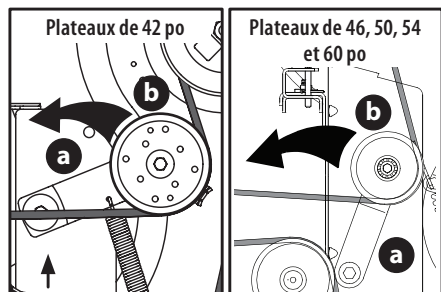

Fig. 37
- a. Utilisez le bouton et la pédale de relevage du plateau de coupe pour positionner le plateau de façon que la courroie qui passe entre les poulies de tension et la poulie de la prise de force soit aussi horizontale que possible (sous le moteur) (Fig. 37).
- b. Placez-vous à côté de l'appareil de façon à faire pivoter le support (a) de la poulie de tension et la poulie de tension (b) vers l'arrière jusqu'à ce que vous puissiez soulever la courroie par-dessus la poulie de tension (Fig. 37).